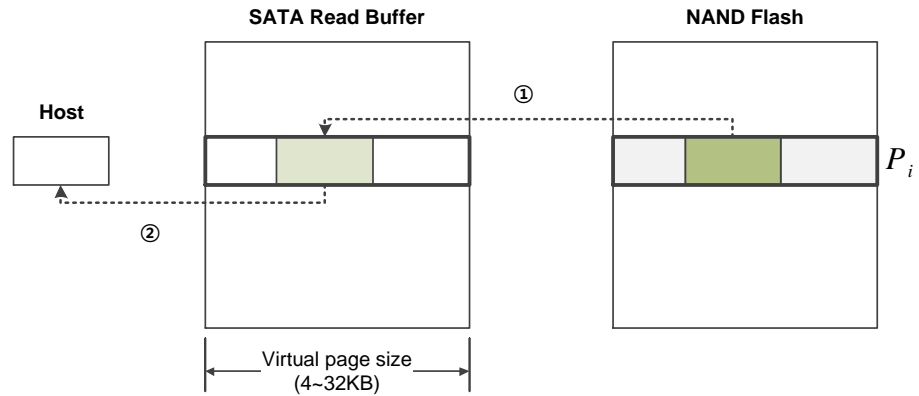

Figure 15) Read operation in Tutorial FTL
읽기 연산은 아래 Figure 15 과 같은 순서로 진행된다. Tutorial FTL 은 위 0 절에서 설명한 방식으로 주소 매핑 과정을 거쳐 읽고자 하는 사용자 데이터의 물리적 위치를 알아낸다. 그리고 과정 ①처럼 플래시 컨트롤러에 읽기 명령을 전달하여, SATA read 버퍼에 사용자 데이터를 전달한다. 이후 하드웨어가 사용자 데이터 전송이 마쳤다는 사실을 버퍼 매니